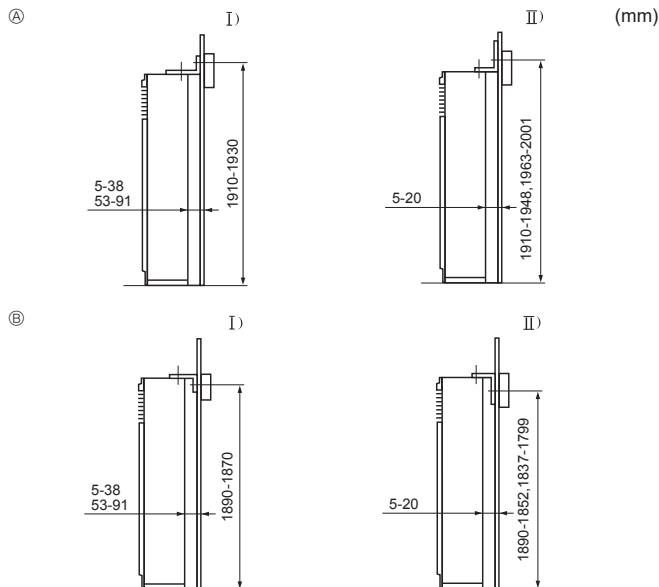

Fig. 3-3
- ① Vinkeljevn mot velting
Vinkeljernet mot velting ① plasseres på toppen av enheten. Løsne plateskruene ②, og fest deretter vinkeljernet igjen, som vist på illustrasjonen. Se Fig. 3-3 for korrekt monteringsavstand.
- Ⓝ Løsne skruer ②, og trekk deretter gitteret fremover for å fjerne det.
3.3. Montere vinkeljernet mot velting (Fig. 3-3)